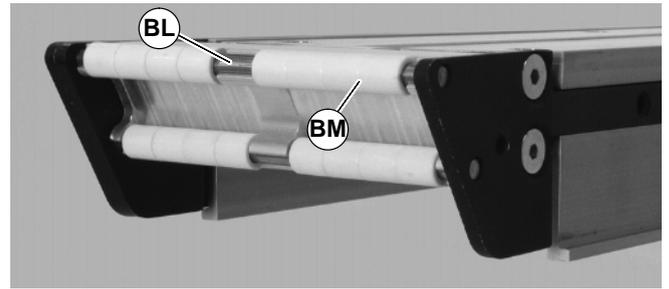

Abbildung 49
2. Zu beiden Seiten des Förderbandes mit einem 4 mm Innensechskantschlüssel die Befestigungsschrauben an der vorderen Deckplatte lösen (U), um die Gurtspannung zu lösen. Dann den Gurt vom Förderbandende nehmen.
3. Auf einer Seite des Förderbandes mit einem 3 mm und 4 mm Innensechskantschlüssel die Befestigungsschrauben der vorderen Deckplatte entfernen (BK u. U) und die vordere Deckplatte abnehmen (S).
4. Das Lagerwelle (BL siehe Abbildung 49) seitlich aus dem Förderband schieben, und die Lager nach Bedarf (BM) austauschen.